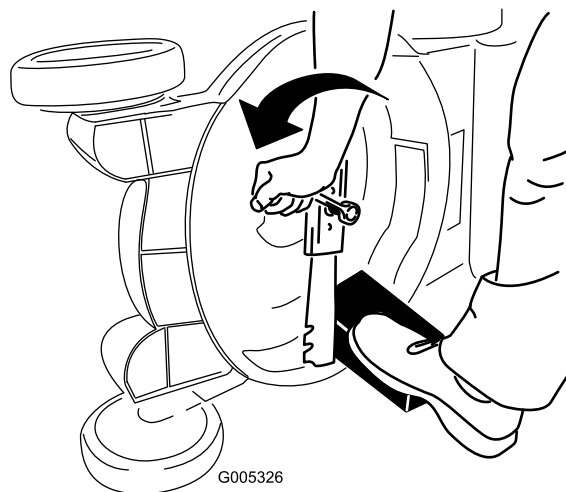

Figura 45
3. Utilice un bloque de madera para inmovilizar la cuchilla (Figura 45).
4. Retire la cuchilla, conservando todos los herrajes de montaje (Figura 45).